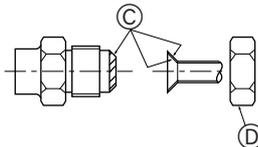

Fig. 4-1
4.2. Tubos de conexión (Fig. 4-1)
- Aplique una capa delgada de aceite refrigerante a la superficie tubo y de la junta de asiento antes de apretar la tuerca de abocardado. ①
- Utilice dos llaves de apriete para apretar las conexiones de los tubos. ②
- Aplique aceite refrigerante para máquinas en toda la superficie abocardada. ③
- Utilice las tuercas abocardadas para el siguiente tamaño de tubería. ④
- ① (Fig. 4-1)
- ② (Fig. 4-1)